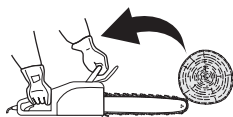

Fig.21
- > Dans certains cas, le contact entre le bout du guide-chaîne [6] et un objet peut engendrer une réaction ultrarapide qui projette le guide-chaîne vers le haut ou vers l'utilisateur (Fig.21,22,23).